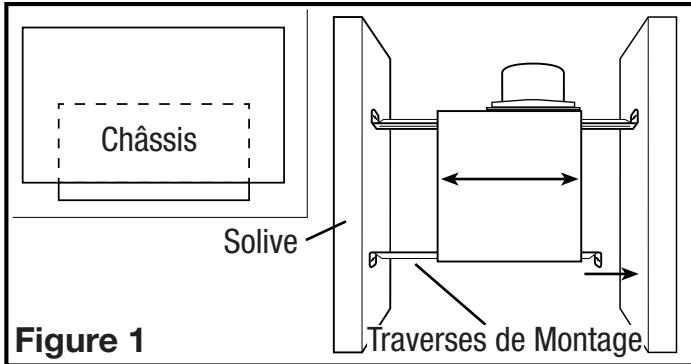
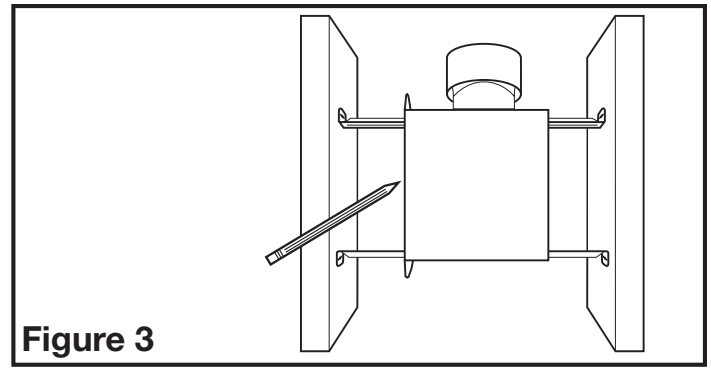

Figure 1
Figure 3
- Installation des Traverses de Montage:** installer les traverses sur le châssis et positionner le châssis près de la solive. En utilisant le guide sur le châssis du ventilateur, aligner le châssis pour qu'il soit à effleurement avec le plafond fini. Fixer les extrémités des traverses avec des clous ou des vis (non-comprised) aux solives et glisser le châssis à sa position finale (**Figure 1**).
- Installation des Traverses de Montage:** placer le châssis en position entre les solives et tracer un contour sur le matériau du plafond (**Figure 3**). Mettre le châssis de côté et découper l'ouverture, en prenant soin de ne pas couper ou endommager des câbles électriques dissimulés ou autres utilités. Installer les traverses sur le châssis et positionner le châssis dans le trou percé précédemment afin qu'il soit à effleurement avec le plafond fini. Fixer les extrémités de la traverses à la solive avec des clous ou des vis (non-comprised) (**Figure 1**).